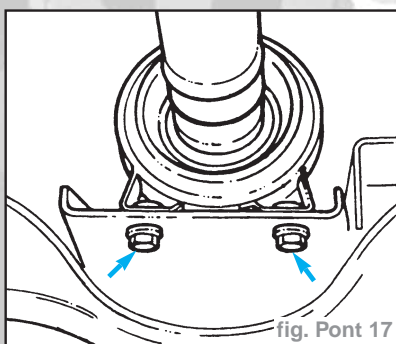

fig. Pont 17
- Déposer le palier central de la traverse de châssis (sur version 5 portes) (fig. Pont 17).